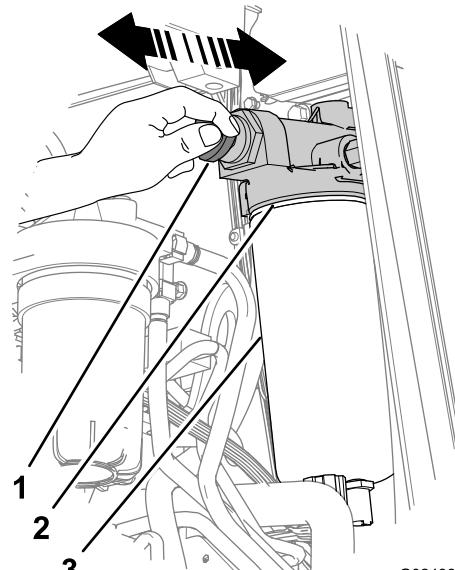

Figura 81
3. Limpe o cabeçote da bomba de combustível e a bomba de escorva usando um spray de limpeza de secagem rápida e ar comprimido (Figura 81).
4. Desbloqueie a manopla da bomba de escorva girando-a no sentido anti-horário (Figura 81).
5. Bombeie manualmente (Figura 81) até que sinta a resistência e a manopla não possa mais ser bombeada (aproximadamente 140 a 150 cursos para filtros secos ou 20 a 60 cursos para filtros enchidos previamente).
6. Trave a manopla da bomba manual de escorva girando-a no sentido horário até que esteja totalmente assentada (Figura 81).